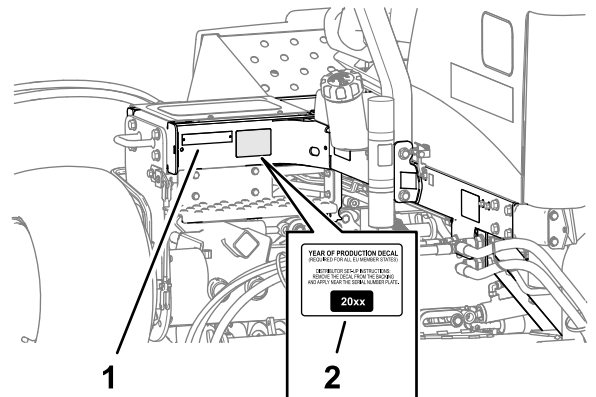

图 21
1. 用酒精擦拭靠近型号/序列号牌的左机架并让机架干燥 (图 21)。
2. 撕去生产年份标贴的背衬并将其贴到靠近序列号牌的机架上如 (图 21) 所示。